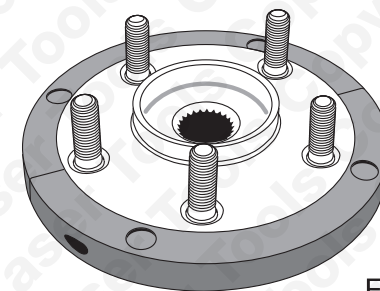

Fig 2
- Reportez-vous à la fig. 2 : Montez les demi-colliers de montage (A) sur le nouveau roulement/la nouvelle bride et immobilisez avec les vis de fixation (D) fournies.
- Montez les quatre broches de force (E) sur la plaque de pression (B). Le joint torique caoutchouc sur la broche de force va l'immobiliser dans la cavité de la plaque de pression.